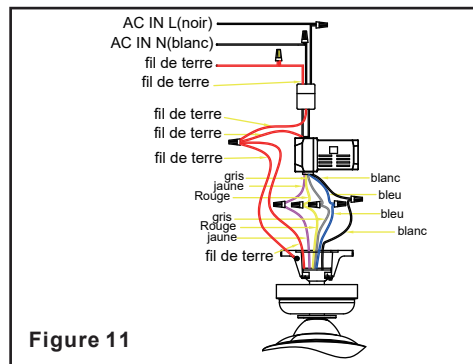

Figure 11
Connecter les fils verts du filtre EMI et les pièces connexes selon le schéma de câblage comme indiqué à la figure 11, s'assurer que le filtre EMI est correctement placé dans la boîte de sortie.
2. (Figure 11) Raccordements électriques entre le moteur et le récepteur : Connectez le fil gris du ventilateur au fil gris du récepteur. Connectez le fil rouge du ventilateur au fil rouge du récepteur. Connectez le fil jaune du ventilateur au fil jaune du récepteur. Connectez le fil bleu du ventilateur au fil bleu du récepteur. Connectez le fil blanc du ventilateur au fil blanc du récepteur. Fixez les raccordements électriques avec les connecteurs de fils en plastique fournis à cet effet.
3. (Figure 11) Raccordement électrique du récepteur aux fils d'alimentation électrique domestique : Connectez le fil noir (chaud) du plafond au fil noir marqué « AC in L » du récepteur. Connectez le fil blanc (neutre) du plafond au fil blanc marqué « AC in N » du récepteur. Fixez les raccordements électriques avec les connecteurs de fils en plastique fournis à cet effet.
4. (Figure 11) Si votre boîte à prises renferme un fil de terre (fil vert ou cuivre nu), connectez-le aux fils de terre du ventilateur ; sinon, connectez le fil de terre du support de tringle au support de montage. Fixez le raccordement électrique avec un connecteur de fils en plastique fourni à cet effet. Après avoir raccordé les fils, séparez-les de telle manière que les fils vert et blanc se retrouvent d'un côté de la boîte à prises et les fils noir et bleu de l'autre. Rentrez délicatement les raccordements électriques dans la boîte à prises.